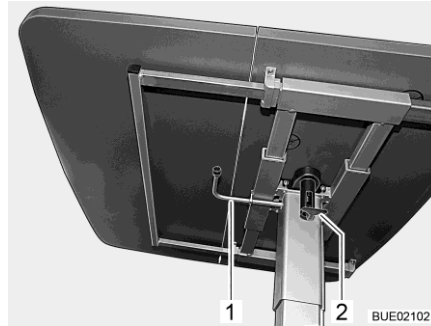

Bild 131 Lyftbord
- För ned låsarmen (Bild 131,2).
- Sväng spaken (Bild 131,1) under bordsskivan 180° medurs. Lyftmekanismen i bordsbenet låses upp.
- Sväng spaken (Bild 131,1) under bordsskivan 180° medurs. Bordsskivan åker själv upp till det övre ändläget.